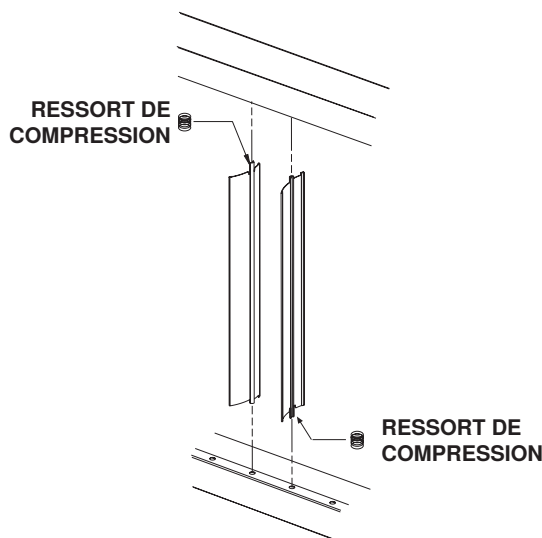

Figure 3. Installation de persiennes
- b. Avec la lame de persienne la plus large orientée vers l'échangeur de chaleur, poussez la languette avec le ressort de compression dans le trou du cadre de persienne supérieur ou inférieur (Figure 3)—le ressort se comprime. Insérez la languette à l'autre bout de la persienne dans le cadre de la persienne opposé. Pour le flux d'air vers la gauche, compressez le ressort dans le cadre supérieur des persiennes. Pour un débit d'air correct, compressez le ressort dans le cadre de la persienne inférieur.
- c. Installez toutes les persiennes restantes (1) conformément aux étapes 5a et 5b.